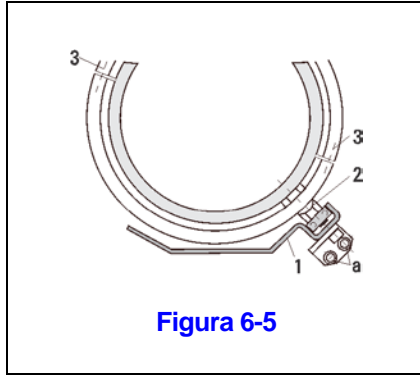
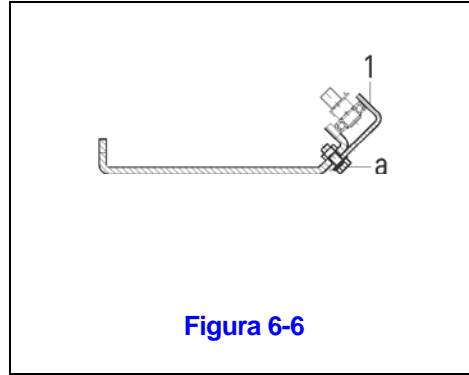

Figura 6-5
Figura 6-6
- Desatornille la placa protectora (1) que se encuentra debajo del tambor en los puntos (a). Luego, la guía del cable puede rotar libremente. Para los modelos RHN02-RHN10 consulte la Figura 6-5; para los modelos RHN15 y RHN20 modelos consulte la Figura 6-6.
- **⚠ ADVERTENCIA Peligro de lesiones o daño a materiales:** NO desatornille el tope con el cojinete (2). Este tope con cojinete (2) está bloqueado con una arandela de resorte cónica. Debe volver a ajustarla correctamente. Consulte la Figura 6-5.